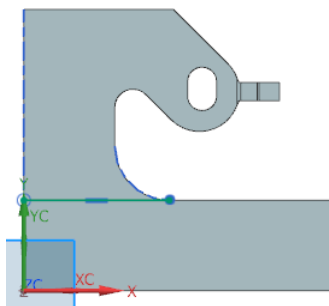

图 4-121 绘制折弯线
(11) 进入草图设计环境，绘制如图 4-121 所示的折弯线。